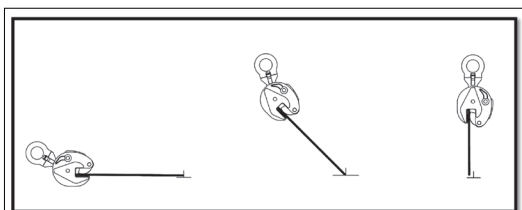
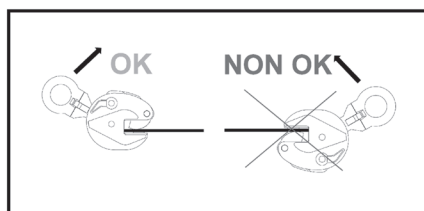

Fig. 7
Fig. 8
A articulação em pinça permite rodar e/ou inclinar uma folha sem sair do chão e sem ultrapassar a vertical (fig. 7); mais uma vez, a carga deve ser agarrada de forma correcta e segura (fig. 8).
**⚠ ATENÇÃO:** no que se refere à carga mínima de trabalho, considerar que, na operação de rotação/inclinação de 180° de uma placa, enquanto uma extremidade da carga estiver no solo, enquanto a carga é rodada da horizontal para a vertical, o acessório suportará apenas uma parte da carga (fig.7)